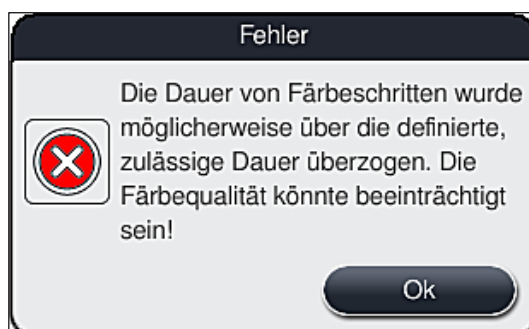

Abb. 105
1. Nach dem Bestätigen dieser Meldung wird dem Benutzer mitgeteilt, dass Färbezeiten eventuell überschritten wurden, d. h. einzelne Objektträgerhalter befinden sich unter Umständen bereits zu lange in einem Reagenz oder in einer kritischen Station, was die Färbequalität beeinträchtigen könnte. Die Meldung (→ "Abb. 105") durch Drücken der Taste **OK** bestätigen, um fortzufahren.